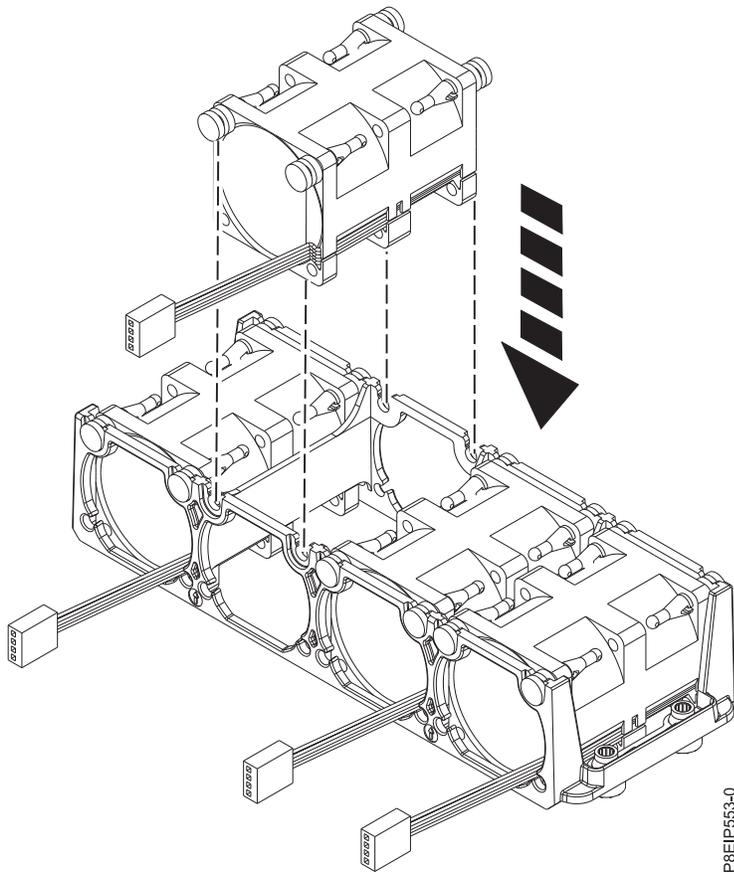

Figura 19. Recolocando um Ventilador
2. Com o suporte do ventilador levantado, empurre o ventilador no compartimento conforme mostrado na Figura 19 na página 23. Alinhe os suportes no ventilador com os slots no suporte do ventilador.